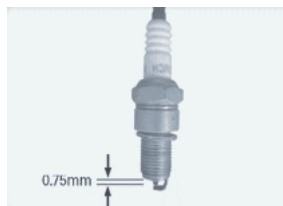

рис.12
- рекомендуется проверить величину межэлектродного зазора, который должен составлять 0,7-0,8 мм. При существенном отклонении величины зазора от указанной, необходимо его отрегулировать (восстановить) или заменить свечу (см. рис.12);